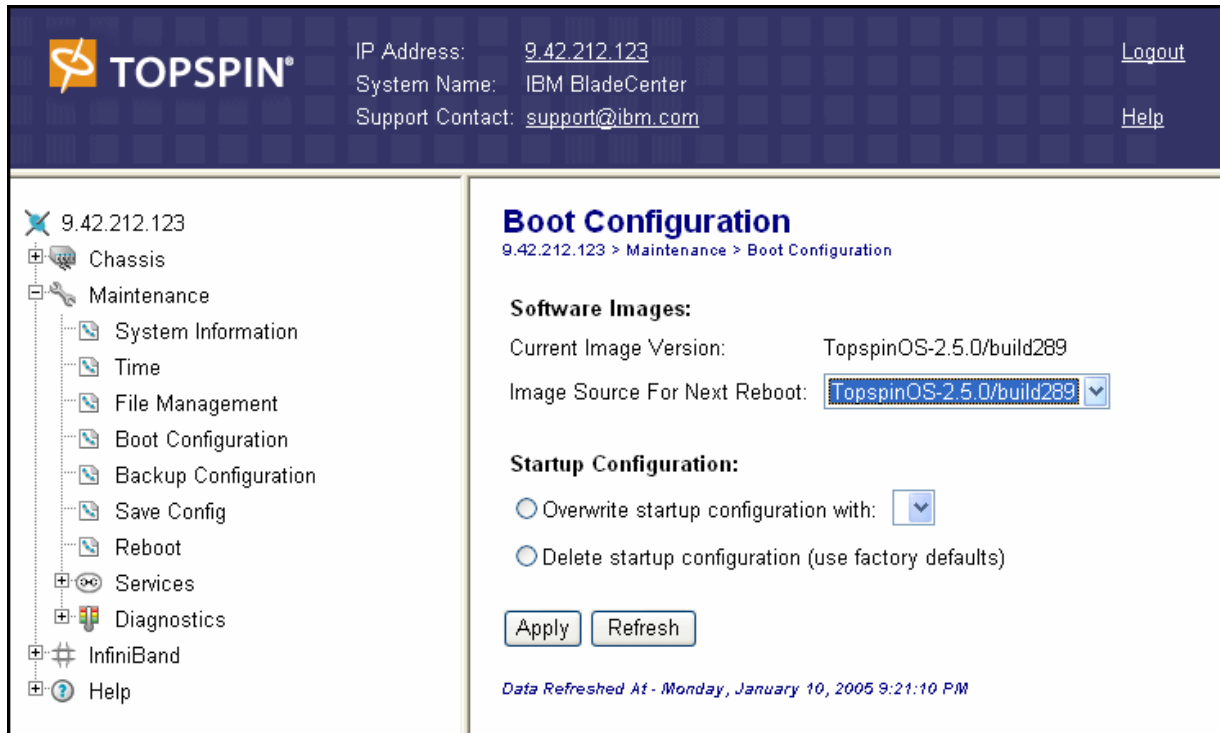

図 7-29 Chassis Manager: Boot Configuration
6. インストールが完了したら、左側のナビゲーション・メニューで「Maintenance」→「Boot Configuration」を選択する（図 7-29）。